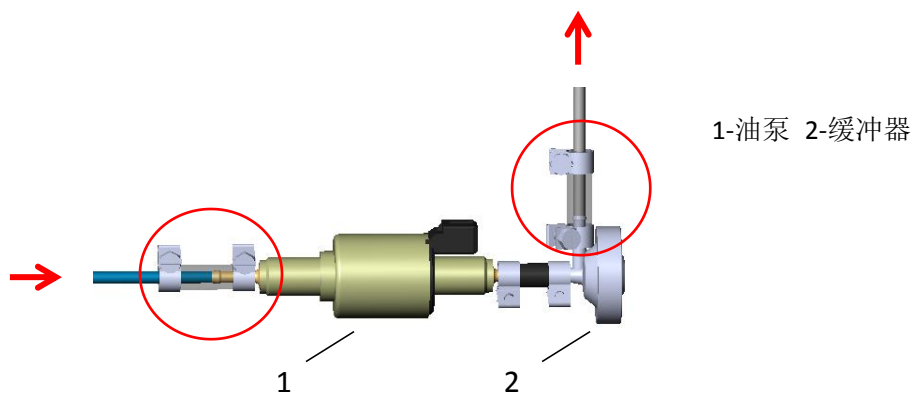

图 3
- 带缓冲器的油泵必须水平安装，并且缓冲器的出油端不能低于油泵的进油端。如图 3 红箭头所示。
- 油管接头内的输油管必须用利刀削平，并且输油管与吸油管、燃油滤清器、油泵、缓冲器、油路单阀之间、主机上进油管（金属）之间不能有空隙。以带缓冲器的油泵为例。如图 3 红圆圈所示。